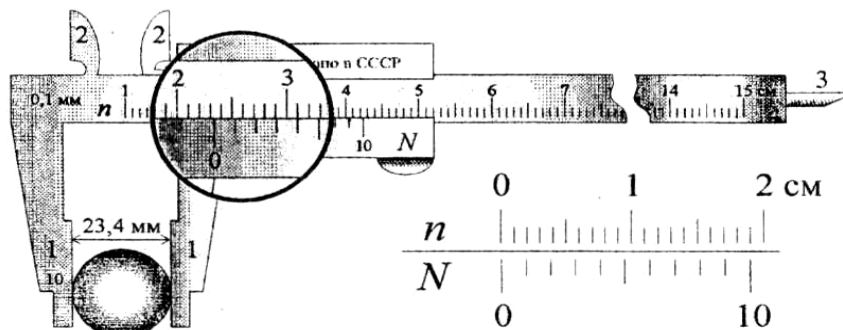
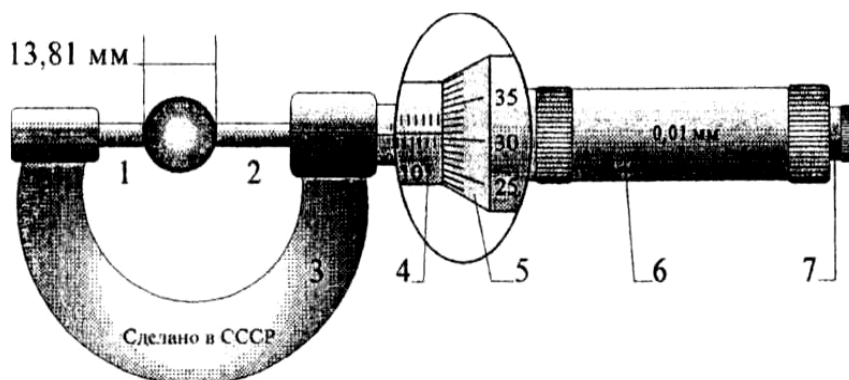

Рис. 8.1. Штангенциркуль
Рис. 8.2. Микрометр
В работе линейные размеры исследуемого тела измеряются с помощью штангенциркуля (рис. 8.1) или микрометра (рис. 8.2), имеющих *нониус*.
*Нониусом* называют вспомогательную шкалу  $N$  измерительного инструмента, служащую для отсчета дробных долей делений основной шкалы  $n$ . Отсчет с помощью нониуса основан на разнице интервалов деления основной шкалы и шкалы нониуса. Эта разница называется ценой деления и указывается на штангенциркуле (0,1 мм на рис. 8.1).
Для измерения штангенциркулем наружных размеров тел используют губки 1, для внутренних размеров — губки 2, для измерения глубин — щуп 3. Целое количество миллиметров отсчитывают по основной шкале  $n$ . Например, на рис. 8.1 это будет 23 мм. Для определения долей миллиметра необходимо посмотреть, какое деление нониуса совпадает наилучшим образом с каким-либо делением основной шкалы. В нашем случае это 4-е деление нониуса. Умножив это число на цену деления штангенциркуля, получим искомые доли миллиметра. Окончательный результат измерения на рис. 8.1 будет равен  $23 + 4 \cdot 0,1 = 23,4$  мм.
Для более точных измерений применяют *микрометры*. Основной частью микрометра для наружных измерений (рис. 8.2) является *микрометрический винт* 2, скрепленный с рукояткой 6. Вращать рукоятку следует только посредством «трещетки» 7, обеспечивающей постоянную силу прижима винта и «пятки» 1 к измеряемому телу.
жестко скрепленной со скобой 3, нанесена *линейная шкала*. По ней производится отсчет миллиметров (по нижней части линейной шкалы) и половины миллиметра (по верхней части). Таким образом, результат измерения микрометром на рис. 8.2 равен  $13 + 0,5 + 31 \cdot 0,01 = 13,81\text{мм}$ .